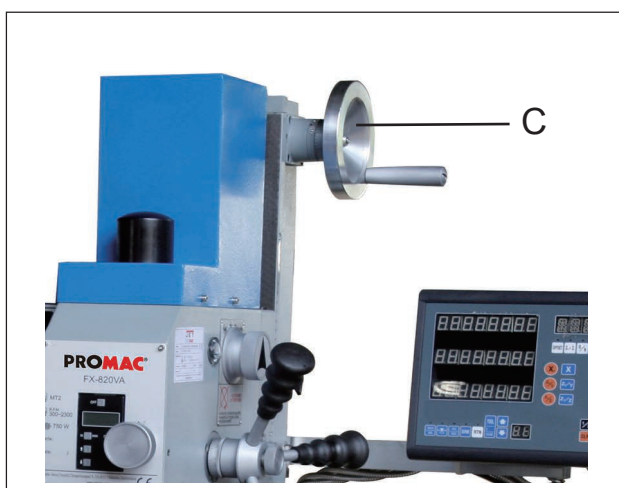

Fig. 05
- a) Pour lever ou abaisser la tête de la machine, commencez par desserrer le boulon de blocage (voir p. 22/Fig 05). A l'aide de la manivelle, vous pourrez monter ou descendre la tête de la machine à votre convenance.
### Manivelle de réglage de la tête (C, Fig. 05)